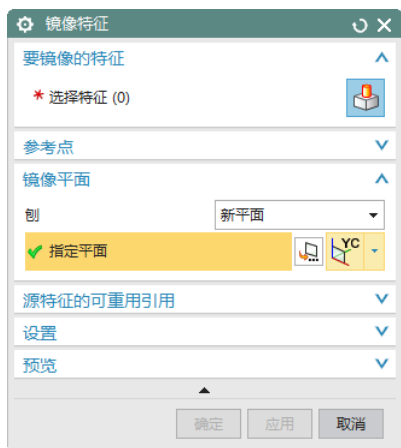
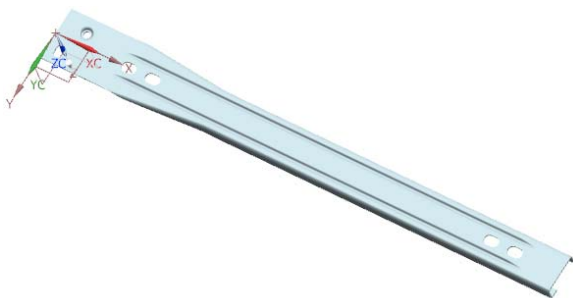

图 10-80 “镜像特征”对话框
图 10-81 创建镜像特征后的钣金件
(1) 选择“菜单(M)”→“插入(S)”→“关联复制(A)”→“镜像特征(M)”命令，打开如图 10-80 所示的“镜像特征”对话框。
(2) 选择上步创建的筋特征作为要镜像的特征。
(3) 选择“新平面”选项，在下拉列表中选择 X0Z 平面为镜像平面。
(4) 单击按钮，创建镜像特征后的钣金件，如图 10-81 所示。